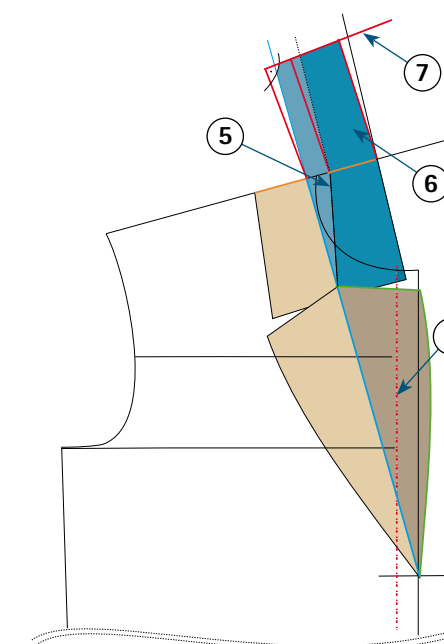

FIG. 2
④ Con un foglio da ricalco o una rotella, ricopiare specularmente la forma del risvolto sull'altro lato della linea di piegatura (in marrone, fig. 2).
⑤ Sulla linea della spalla, partendo dalla piegatura del collo, riportare l'altezza del listino (breve linea nera). Partendo da questo punto, raggiungere l'intersezione tra il collo e il risvolto (linea nera tratteggiata). Sull'altro lato della linea della spalla, prolungare questa linea perpendicolarmente alla linea della spalla (linea nera tratteggiata, fig. 2).